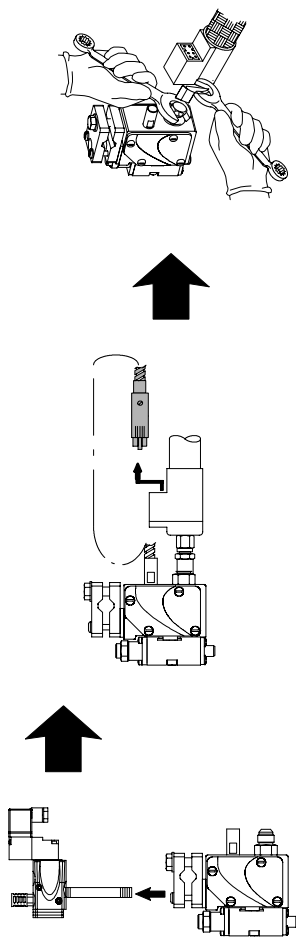

Fig. 4: Enlever l'électrovanne et déconnecter le tuyau pour remplacer les pistolets existants
1. Dépressuriser le système avant d'installer ou de remplacer un pistolet. Voir *Consignes de sécurité*. Voir les figures 4 et 5 pour le montage d'un pistolet.